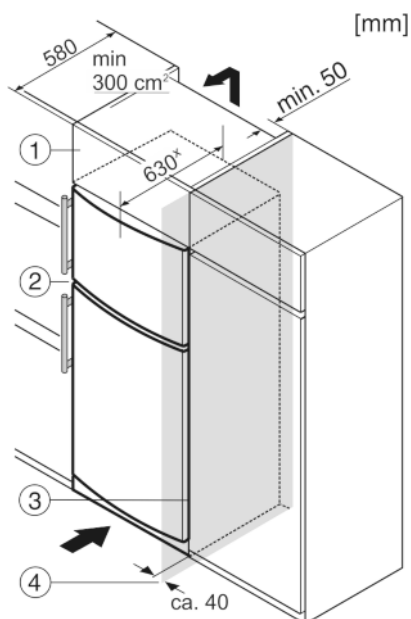

Fig. 9
- (1) Élément haut
(2) Appareil
(3) Placard de cuisine
(4) Mur
L'appareil peut être réagencé avec des buffets de cuisine. Pour adapter l'appareil Fig. 9 (2) à la hauteur du coin cuisine, une rehausse Fig. 9 (1) peut être posée sur l'appareil.
Lors de la transformation avec des placards de cuisine (profondeur max. 580 mm), l'appareil peut être placé directement à côté du placard de cuisine Fig. 9 (3). L'appareil dépasse latéralement de 34 mm* et de 50 mm* au centre de l'appareil par rapport à la face avant du placard de cuisine.
Si l'appareil est installé avec les charnières à côté d'un mur Fig. 9 (4), la distance entre l'appareil et le mur doit être de 40 mm min. Ceci correspond à la saillie de la poignée lorsque la porte est ouverte.